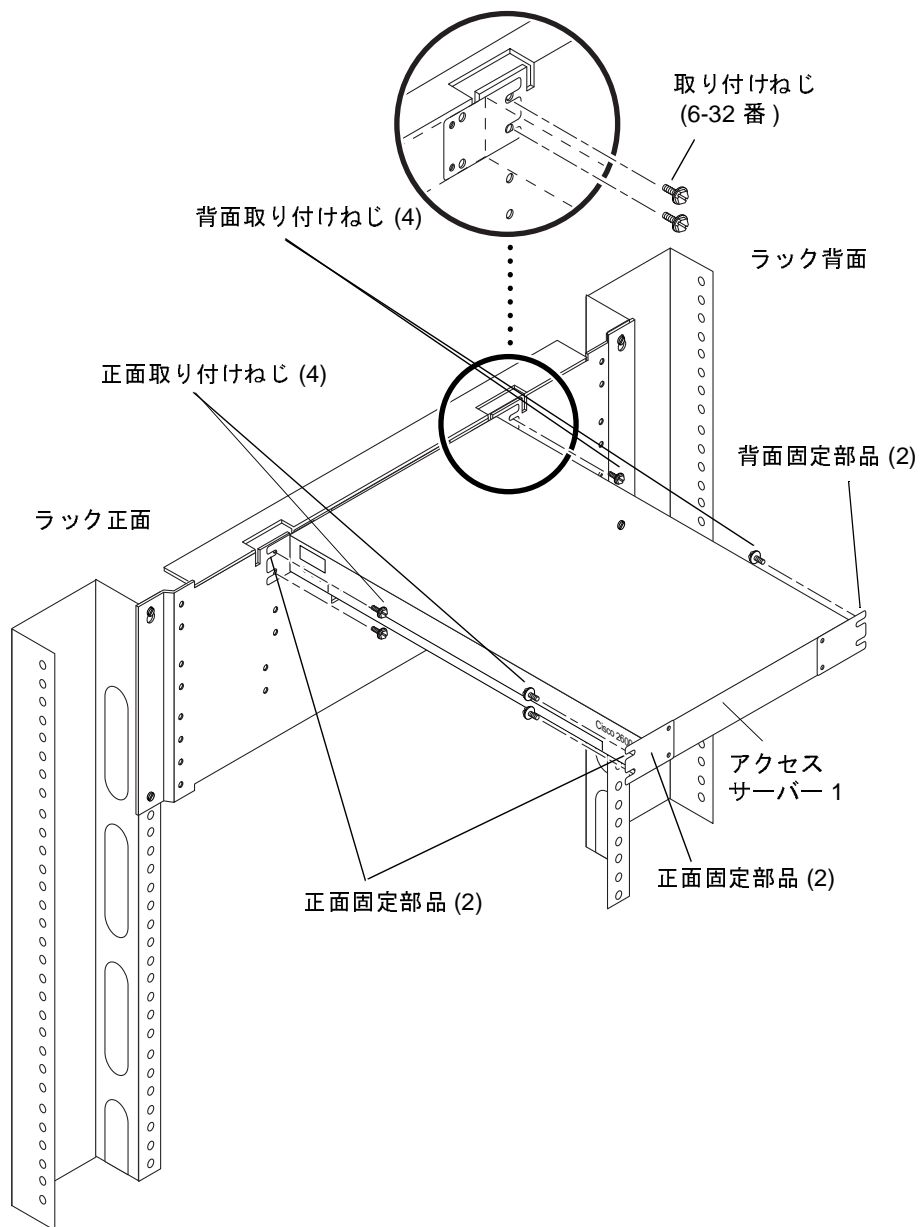

図 7 アクセスサーバーの取り外しと取り付け
- b. プラスのねじ回し (Phillips の 2 番) を使用して、アクセスサーバーのシャーシを取り付け板に固定している背面の取り付けねじをゆるめます (図 7)。
- a. プラスのねじ回し (Phillips の 2 番) を使用して、アクセスサーバーのシャーシを取り付け板に固定している正面取り付けねじを取り外します (図 7)。
3. ラック正面側で次の作業を行います (図 7)。
4. ラック背面側で次の作業を行います (図 7)。